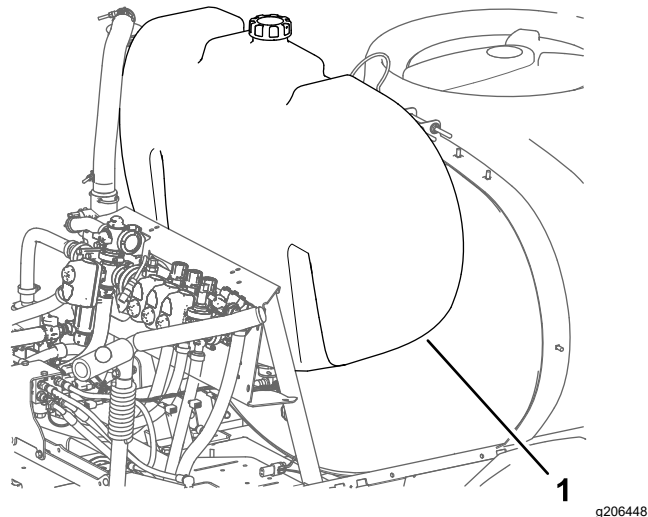

Figura 13
1. Montate il serbatoio di lavaggio sulla macchina, come illustrato nella Figura 13.